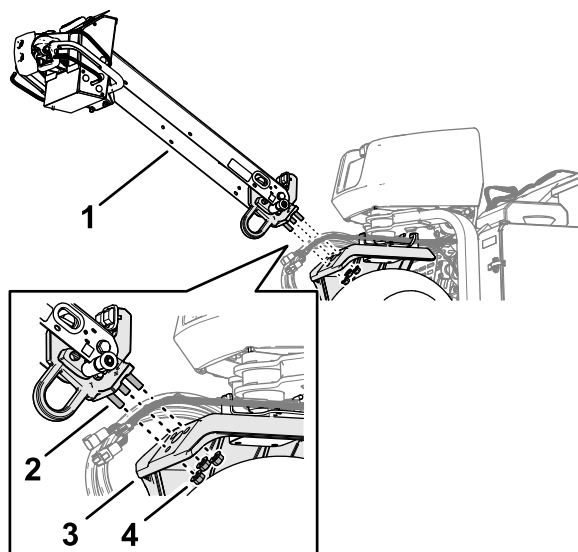

Рисунок 5
1. Вставьте шпильки на конце рукоятки управления в отверстия в рулевом рычаге (Рисунок 5).